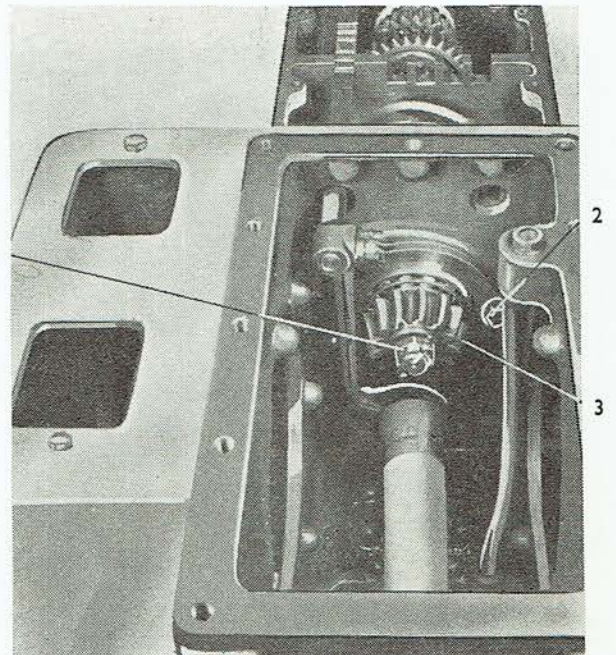

Abb. 105
1. Die Kronenmutter M 20×1,5 (Abb. 105/1) ist zu entsplinten und zu lockern. Bei Lockerung der Kronenmutter ist die Welle gegen Drehung durch Einrücken eines Ganges zu sichern.
2. Drei Schrauben M 10×20 (Abb. 105/2) sind aus der Ritzelbuchse auszuschrauben. Mit einem geeigneten Hebel (Montagehebel) ist die Buchse samt Ritzelwelle aus der rückwärtigen Getriebegehäusewand und aus der Wand des Hauptgetriebekastens herauszuschieben.